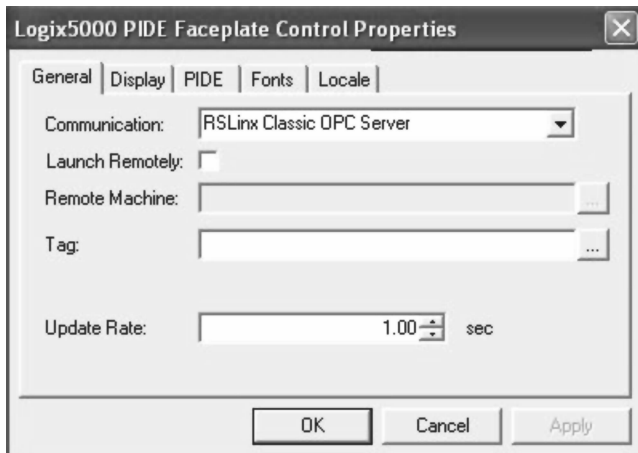

图 17-5 Logix 5000 PIDE 面板控件对象
2. 出现图 17-5 后，单击标签条目录旁边的省略号。这将启动标签浏览器。